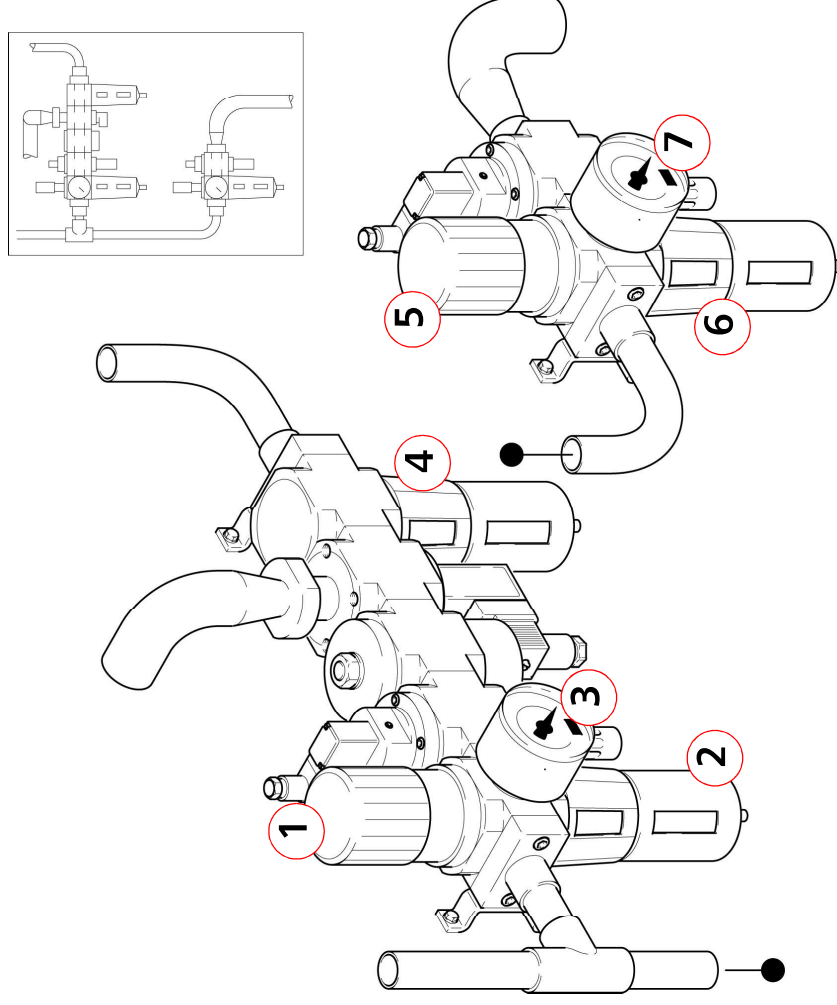

Bild 6-65
- Kondensatablässe Druckluftversorgung auf Funktion kontrollieren (Bild 6-65).
- Eingestellten Druck der Druckluftzuführung kontrollieren (siehe 5.1.4 und Bild 6-65).